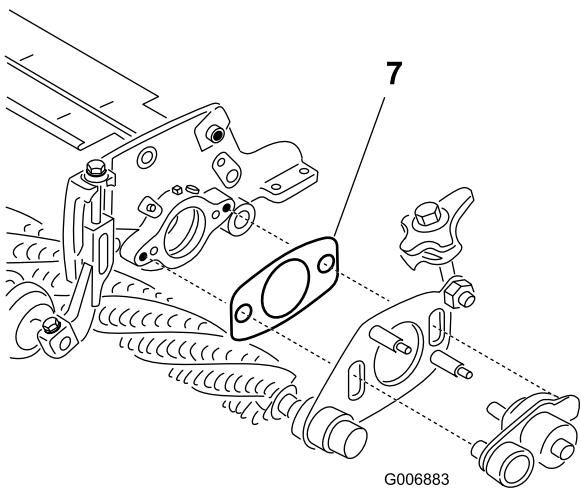

Figura 50
7. Certifique-se de que o espaçador (Figura 50) entre a placa articulada do lado da transmissão do rastelo e a placa lateral da unidade de corte não é apertado pelo encaixe do eixo. O espaçador deve poder mover-se livremente.